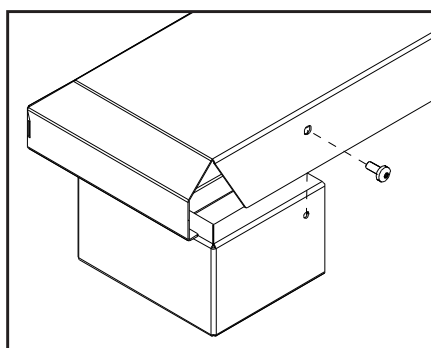

Figure 42: Installation de l'étagère au base de montage
3. Si vous installer avec des bases de montage, l'étagère de base doit être attaché à la base de montage avec un vis T-20 à chaque extrémité de l'arrière (voir la Figure 42).